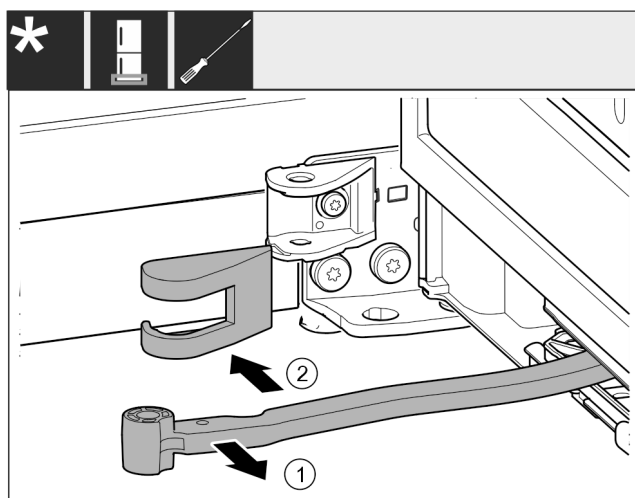

Fig. 15
- Ruotare il giunto Fig. 15 (1) in direzione della porta.
- Rimuovere la copertura del blocco di supporto Fig. 15 (2).